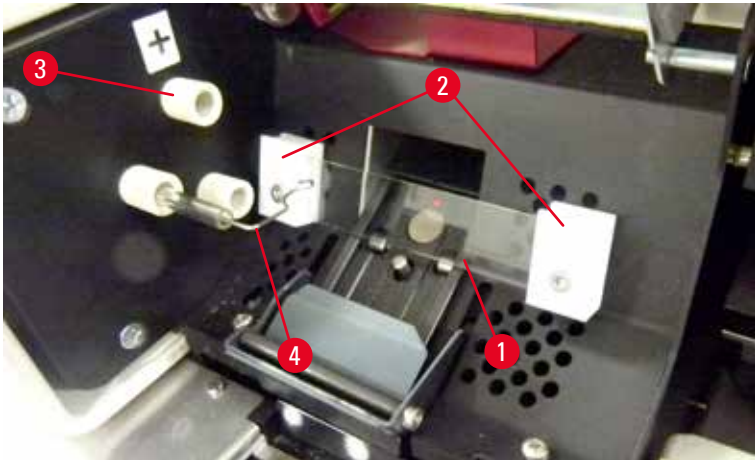

Fig. 17
5. Assicurarsi che la linguetta di contatto (→ "Fig. 16-2")/(→ "Fig. 17-4") venga rimossa dal filo di accensione (→ "Fig. 18-1") della lampadina (vedere anche (→ "Fig. 17")).